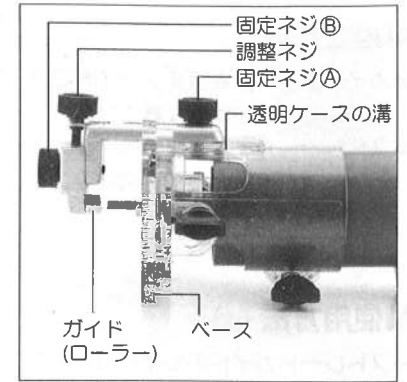

図9
- トリマガイドを透明ケースの溝に入れて固定ネジ④で取り付けてください。
- トリマガイドの調整は固定ネジ⑤を少しゆるめて調整ネジを回して調整をしてください。(図9参照)